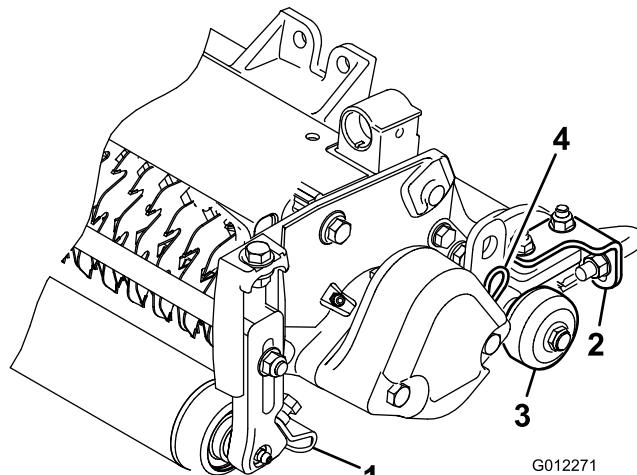

Bild 6
1. Lösen Sie die Bundmuttern, mit denen die Rollenabstreifer befestigt sind (Bild 6).
Bevor Sie den Vertikutierer auf den Werkstattboden absenken oder von der Zugmaschine entladen, senken Sie die Transportrollen (Bild 6) ab, damit die Messer nicht mit der befestigten Oberfläche in Berührung kommen.
Der Vertikutierer kann an jeder der drei Stellen an der Zugmaschine montiert werden. In Bild 6 wird die Ausrichtung des hydraulischen Antriebsmotors für jede Stelle dargestellt. An allen Stellen, an denen der Motor am rechten Ende des Vertikutierers montiert werden muss, müssen Sie ein Gegengewicht am linken Ende des Vertikutierers installieren. An Stellen, an denen der Motor am linken Ende montiert werden muss, müssen Sie ein Gegengewicht am rechten Ende des Vertikutierers installieren.